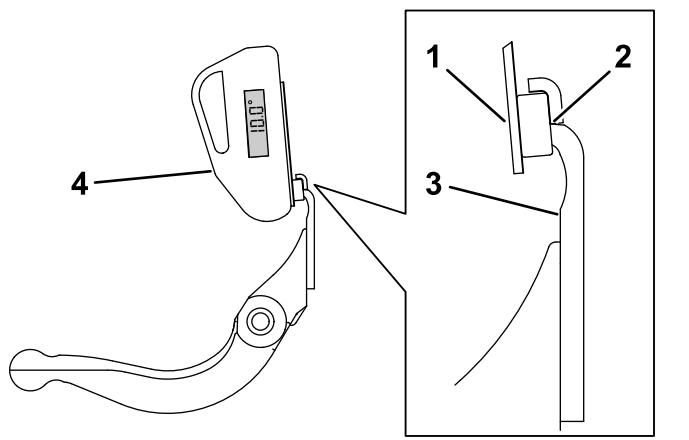

Рисунок 28
- Установите крепление индикатора угла на кромке неподвижного ножа так, чтобы кромка магнита совпала с кромкой неподвижного ножа (Рисунок 28).
- Установите индикатор угла на крепление, как показано на Рисунок 28.